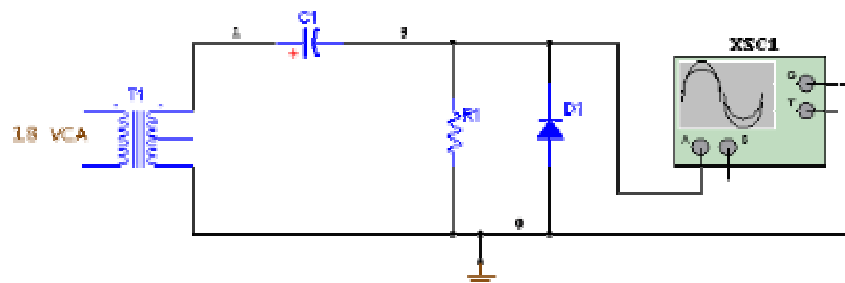

Figura 3
- a) Construya el circuito de la figura 3, verificando la polaridad correcta del capacitor y del diodo como se muestran.